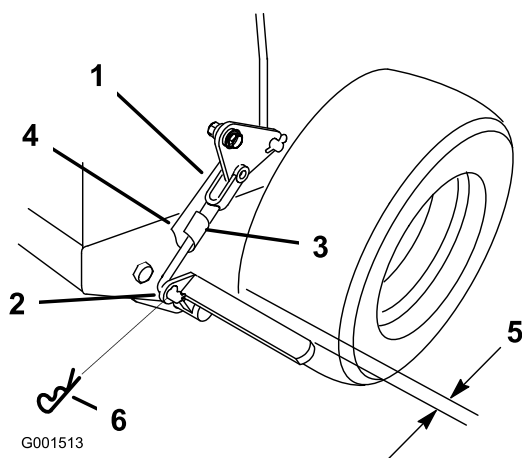

Figure 42
3. Enlevez la goupille fendue élastique de la biellette de frein inférieure (Figure 42).
4. Tournez la biellette de frein inférieure dans le sens horaire dans la chape pour serrer le frein de stationnement ; tournez la biellette de frein dans le sens anti-horaire hors de la chape pour desserrer le frein de stationnement (Figure 42).
Remarque: Il doit exister un écart d'environ 6,35 mm entre le pneu et la barre plate lorsque le frein de stationnement est desserré (Figure 42).
5. Fixez la biellette inférieure au levier de frein inférieur avec la goupille fendue et l'axe de chape (Figure 42).